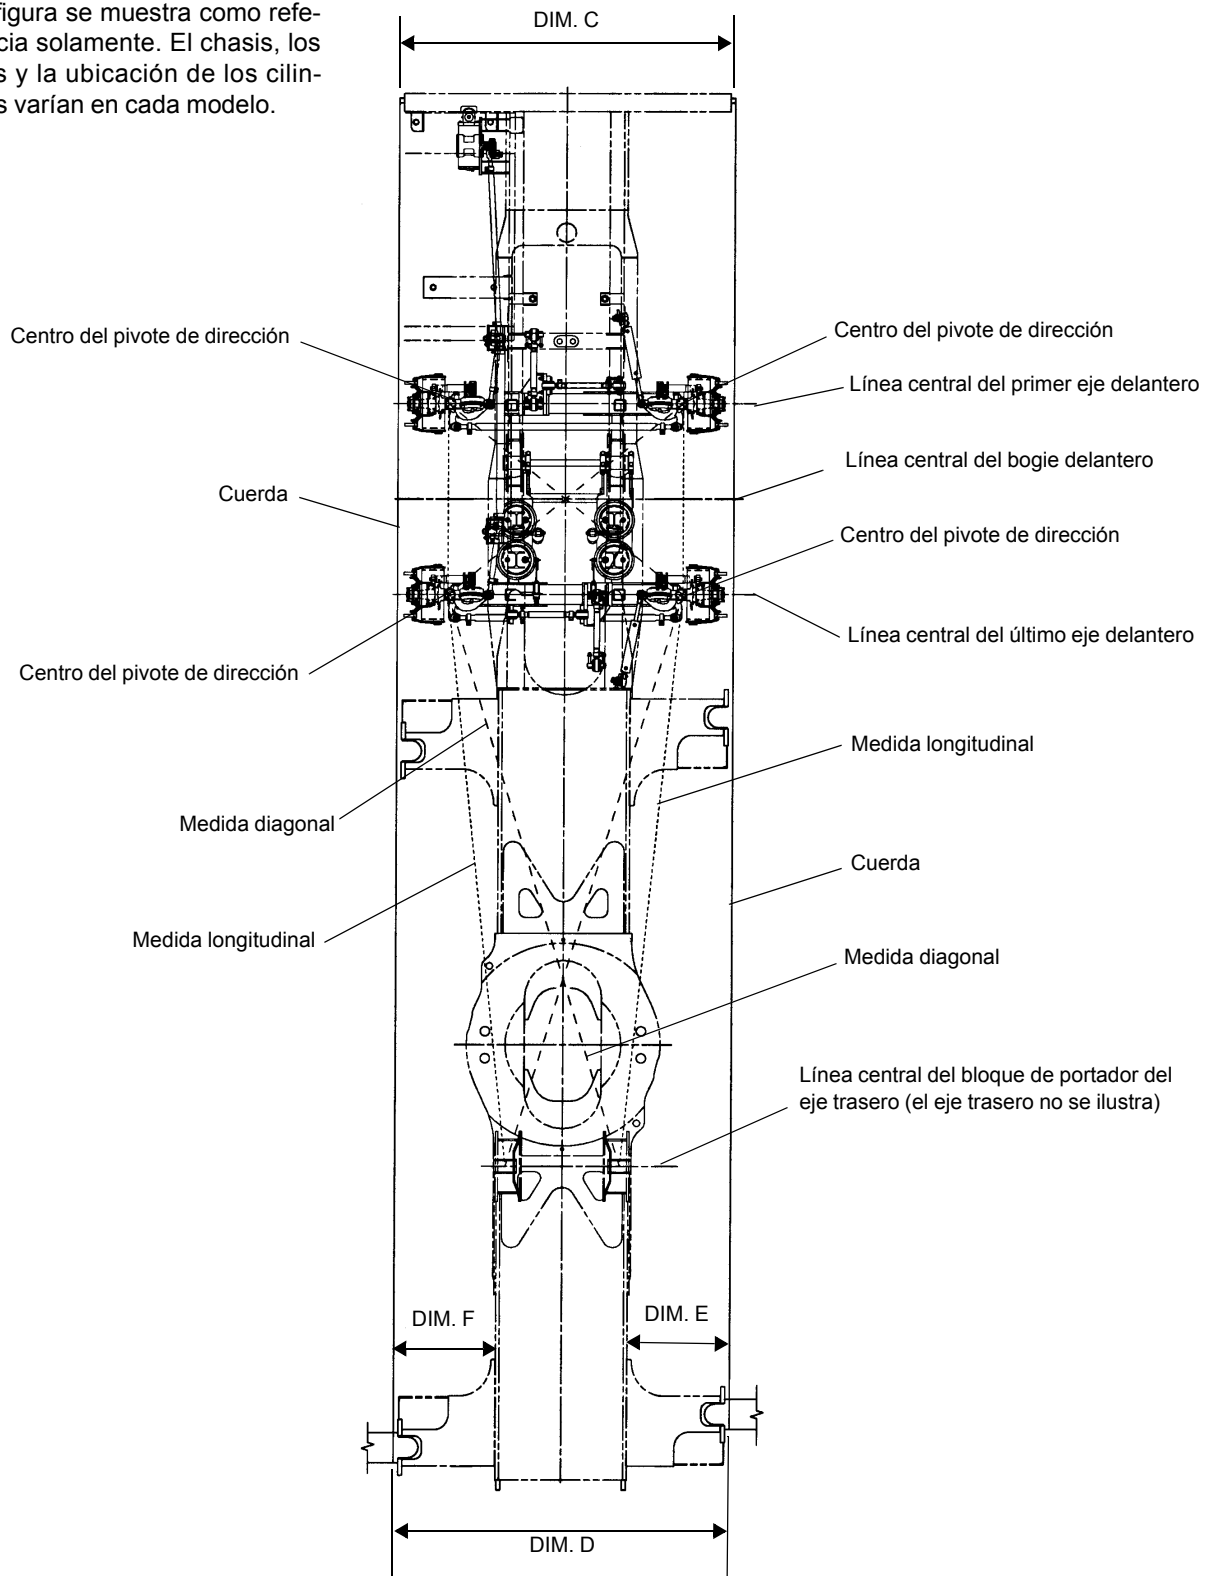

FIGURA 8-2
2. Mida la distancia longitudinal entre los centros de los bloques de portador del eje trasero y del pivote de dirección en el último eje delantero (Figura 8-2). Si es necesario, ajuste los suplementos en los extremos de la viga de paso. La ubicación correcta lateral se logra al agregar o retirar suplementos en las barras laterales.
3. Mida la distancia diagonal entre los centros de los bloques de portador del eje trasero y del pivote de dirección opuesto en el último eje delantero (Figura 8-2). Si las medidas diagonales difieren entre sí por más de 12.7 mm (0.50 pulg), revise la ubicación de los colgadores de suspensión y los colgadores de las bolsas de aire, y haga el ajuste según se necesite.
7. Extienda parcialmente las vigas de estabilizadores. Conecte una cuerda (línea de referencia) a las vigas delantera y trasera de estabilizadores, como se muestra en la Figura 8-2. Cerciórese de que la cuerda (línea de referencia) esté tensada y nivelada.
8. Vea la Figura 8-2 y asegúrese que la Dimensión C sea igual a la Dimensión D y que la Dimensión E sea igual a la Dimensión F.